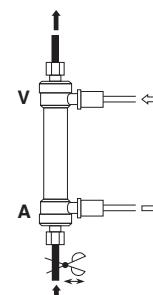

Fig.6 / Abb. 6 / Εικ. 6
- Laad de dialysator en bloedlijnen met meer dan 500 ml gehepariniseerde fysiologische zoutoplossing en controleer dat er geen luchtbellen in de dialysator achterblijven door herhaaldelijk te spoelen. Vervang de dialysator als er massieve luchtbellen uit de vezels komen. (Fig.6)